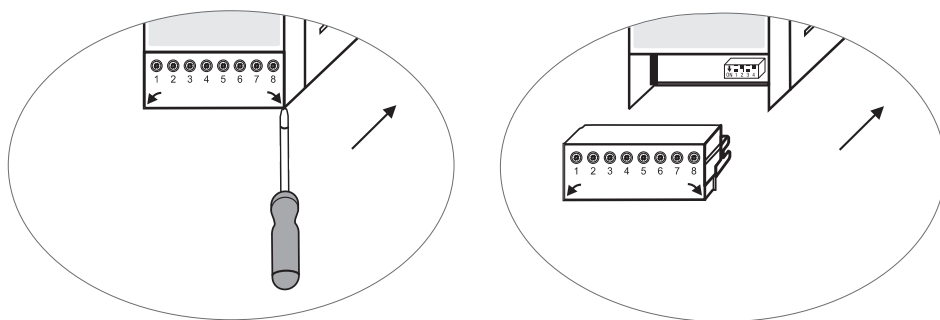

Fig. 15
- Retirer les borniers supérieur et inférieur (Fig. 15)